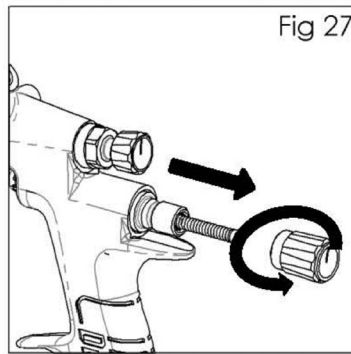

Fig 27
2. Quite la perilla de ajuste de líquido (28), el resorte (25) y la almohadilla del resorte (26). (Ver Fig. 27).